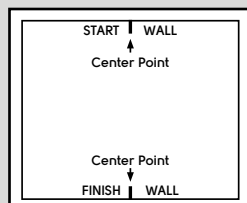

Fig. 1
1. Agencement du motif : Mesurez pour déterminer le milieu de la pièce sur le mur de départ et le mur final (Figure 1).